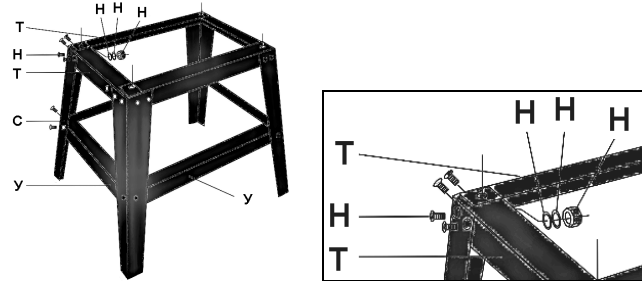

Рис. 4
9.1.3. Для удобства в работе строгальный станок можно установить на сборное основание. Как показано на Рис. 4, используя элементы крепления (Н), соберите и надёжно закрепите сборное основание, Рис.1; 4.